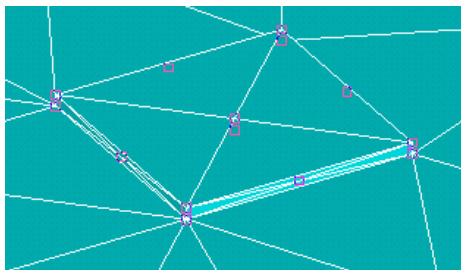
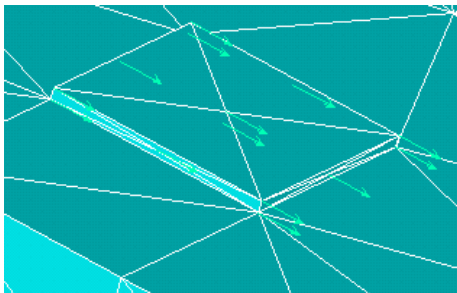

Рис. 5. Выделение узлов тепловыделяющего элемента
Рис. 6. Узлы тепловыделяющих элементов с назначенными источниками теплового потока
**Main Menu > Solution > Define Loads > Apply > Thermal > Heat Flow > On Nodes** (Главное меню > Решение > Определить нагрузки > Применить > Тепловые > Тепловой поток > По узлам). Выделите с помощью мыши узлы тепловыделяющего элемента, рис. 5, **OK**. В правом окне **Apply HEAT on Nodes** с помощью мыши выделите **HEAT** и в окне **VALUE Load HEAT value** введите значение мощности, выделяемое в одном узле, определяемое как мощность в тепловыделяющем элементе деленная на число выделенных узлов, **Apply**, и так поступайте со всеми тепловыделяющими элементами. В результате получите конструкцию с назначенными в узлах тепловыделяющих элементов источниками теплового потока, рис. 6.
Стрелки на рис. 6 обозначают не направление приложенного теплового потока, а то, что тепловой поток вообще приложен. На самом деле тепло распространяется во всех направлениях.